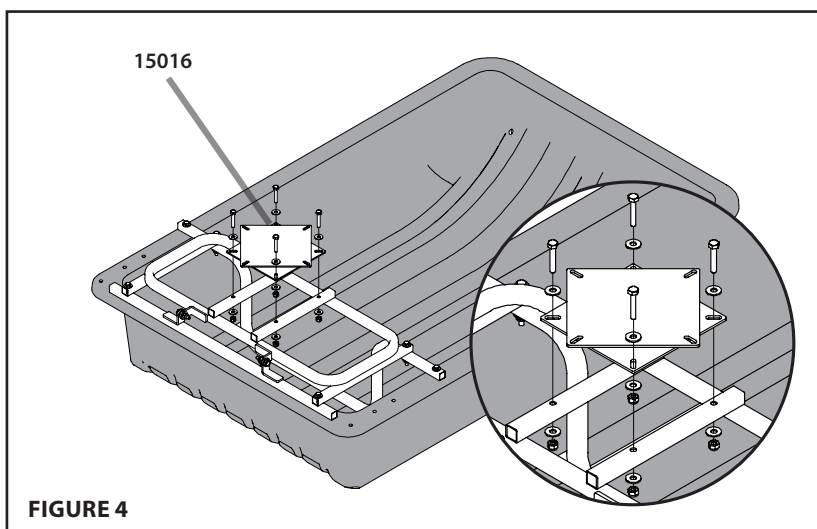

FIGURE 4
4. [FIGURE 4]
REMARQUE : Enfiler les vis avec le filetage vers le bas, comme sur la Figure 4.